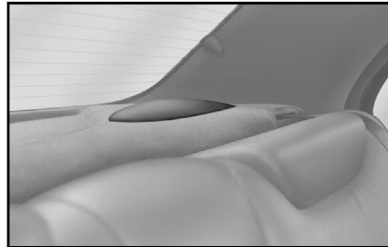

fig. 8
- alto-falantes traseiros, já instalados sob a cobertura do portamalas, **fig. 8**.